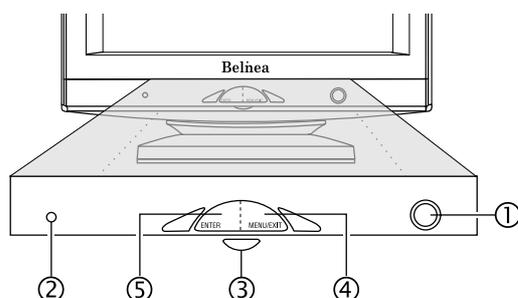

Figure 4. Contrôles de la face avant
1. Mettez d'abord votre PC sous tension, puis allumez votre moniteur Belinea à l'aide de son interrupteur. L'indicateur d'état (voir ② à la Figure 4) doit s'allumer en vert.
Vous pouvez directement ajuster le contraste et la luminosité, en tournant la molette de l'OSD (③ sur la figure 4) lorsque le menu OSD n'est pas affiché à l'écran. La rotation de la molette dans le sens des aiguilles d'une montre affiche le menu Contraste de
1. Pressez le bouton **MENU/EXIT** (④ sur la figure 4) pour voir apparaître à l'écran le menu OSD.
2. Il existe 9 sous-menus différents au sein de l'OSD. Ils sont organisés par catégories. Sélectionnez la catégorie désirée (voir la section suivante, "Fonctions du menu OSD") en faisant tourner la molette de l'OSD (③ à la figure 4), puis en appuyant sur la touche **ENTER** (⑤ à la figure 4).
3. Si la catégorie sélectionnée contient plusieurs fonctions, sélectionnez l'icône de la fonction désirée en faisant tourner la molette de l'OSD (③ à la figure 4, voir la section suivante, "Fonctions du menu OSD").
4. Appuyez sur la touche **ENTER** (⑤ à la figure 4) pour activer la fonction.